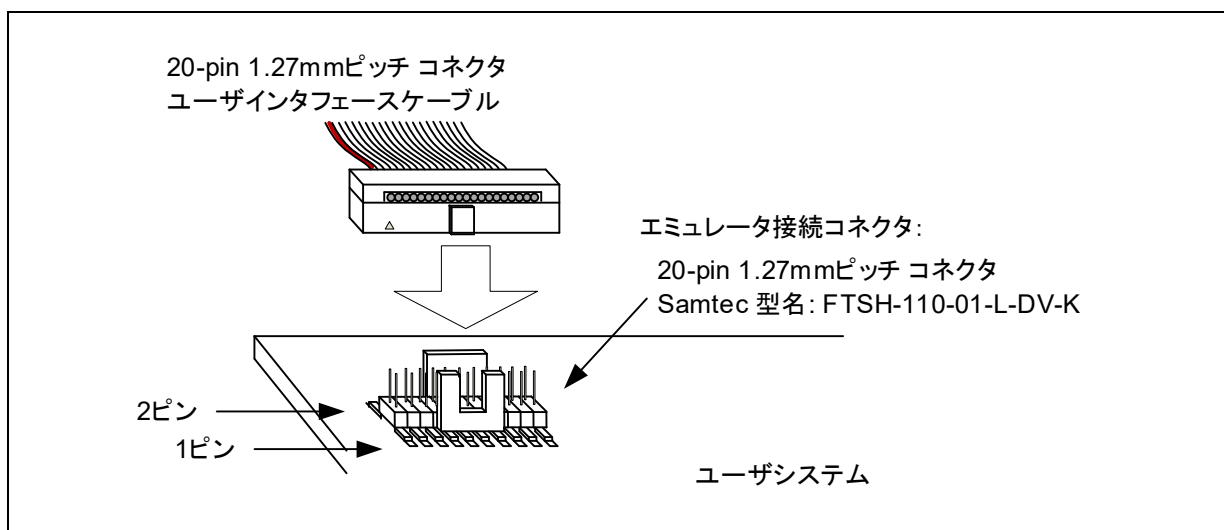
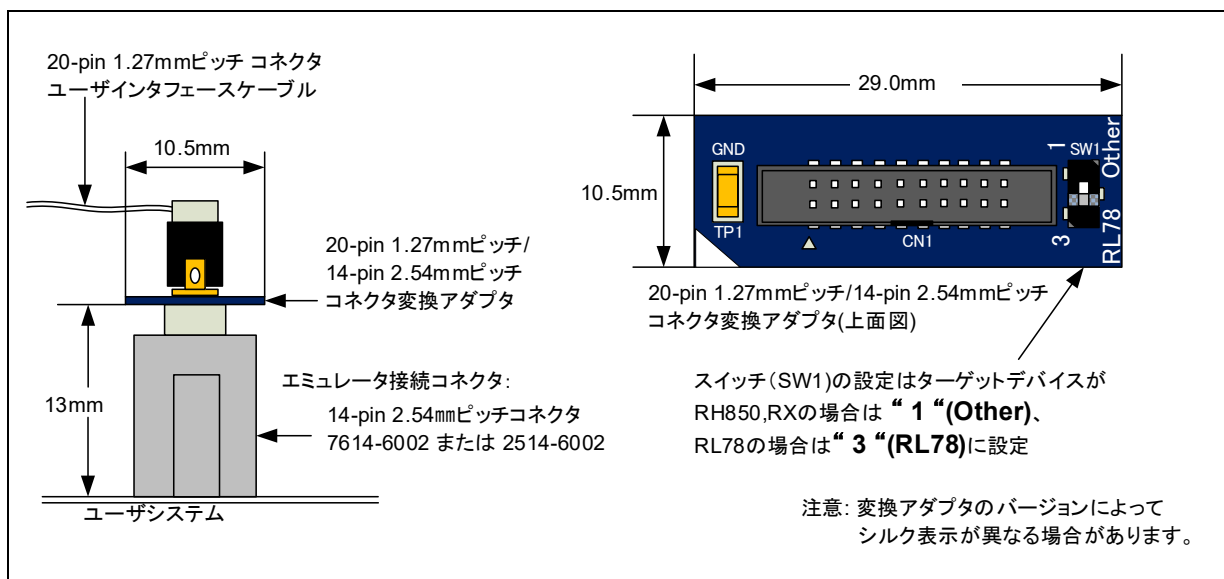

図 2-3 ユーザシステム上の 20-pin 1.27mm ピッチ コネクタとユーザインタフェースケーブル接続方法
図 2-4 ユーザシステム上の 14-pin 2.54mm ピッチ コネクタとユーザインタフェースケーブル接続方法
- (3) コネクタのピン配置は、対象デバイスの E2 エミュレータ、E2 エミュレータ Lite、E1/E20 エミュレータ 補足マニュアルを参照してください。
- (4) ユーザシステム上に実装したエミュレータ接続コネクタと E2 をユーザインタフェースケーブルで接続します。図 2-3 と図 2-4 に E2 とエミュレータ接続コネクタの接続方法を示します。